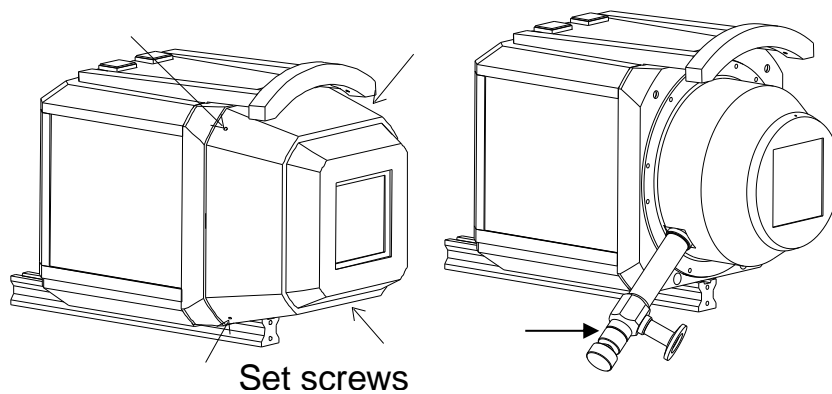
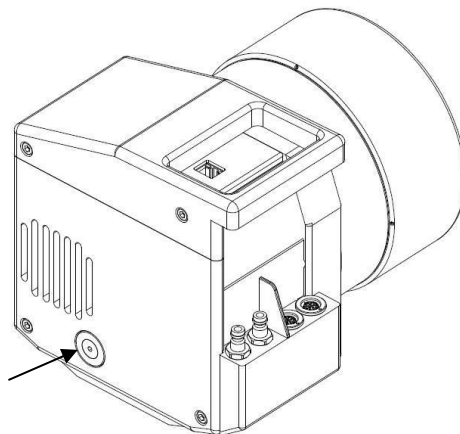

Abbildung 17 Ansicht des Abpumpanschlusses des Eos CCD-Detektors
Abbildung 18 Ansicht des Abpumpanschlusses des AtlasS2-Detektors
3. Schrauben Sie die Abdeckung vom Abpumpanschluss ab (siehe Abbildung 12 unten). Beim Eos-Detektor befindet sich dieser Anschluss unter der Stoßschutzabdeckung, die durch Lösen von vier Schrauben entfernt werden kann (siehe Abbildung 17 unten). Beim S2-Detektor-Spektrum wird auf den Abpumpanschluss von der Rückseite des Detektors nach Entfernen einer runden Abdeckung zugegriffen (Siehe **Abbildung 18** unten) indem Sie den entsprechenden Hexagon-Schlüssel einführen und gegen die Uhrzeigerrichtung drehen bis die Abdeckung lose wird und herausfällt.